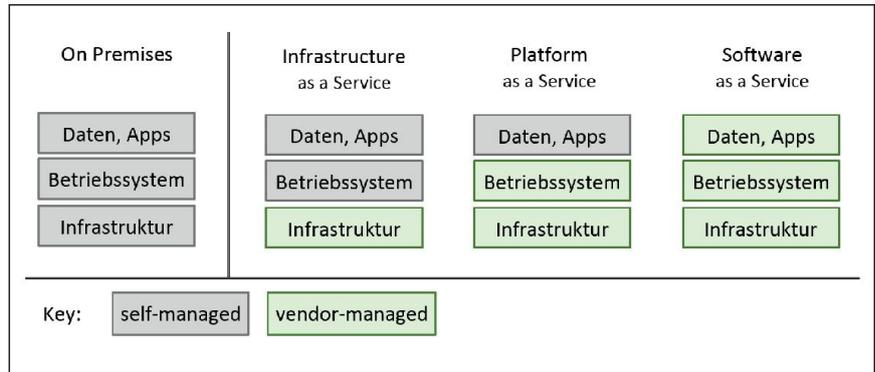

Abb. 1: Cloud Services (nach Rick Stark, 2014, vereinfacht).
**Abrechnung nach Verbrauch (measured service):** Der Umfang der Nutzung eines Cloud-Angebots wird gemessen und dient als Basis für die Abrechnung. Ausserdem kann es sich in einem «Pay-per-Use»-Zahlungsmodell äussern. Je nach dem, was für Leistungen nach diesen Charakteristika zur Verfügung gestellt werden, spricht man von Software as a Service (Anwendungen des Anbieters, z.B. Office 365, Salesforce), Platform as a Service (Anwendungen des Konsumenten, z.B. Google AppEngine) oder Infrastructure as a Service (grundlegende Ressourcen wie Rechenzeit, Speicherkapazität, Netzwerk, z.B. Amazon Web Services) (Abb. 1). Die Namen dieser Dienstleistungsmodelle werden oft abgekürzt zu SaaS, PaaS und IaaS.